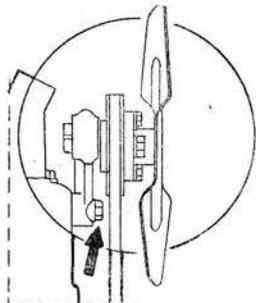

Рис. 13
12. Завернув ключом 14 мм два болта (рис. 13), закрепить на задней стороне головки цилиндра вентилятор в сборе. Затянутые болты зашплинтовать проволокой восьмеркой. Надеть ремень вентилятора и отрегулировать его натяжение.